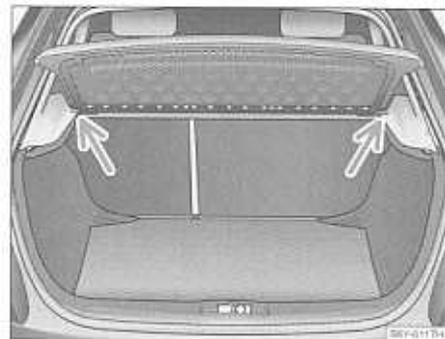

Fig. 55 Desmontaje de la cubierta del maletero
- Extraiga la cubierta hacia atrás de los soportes delanteros → fig. 55.